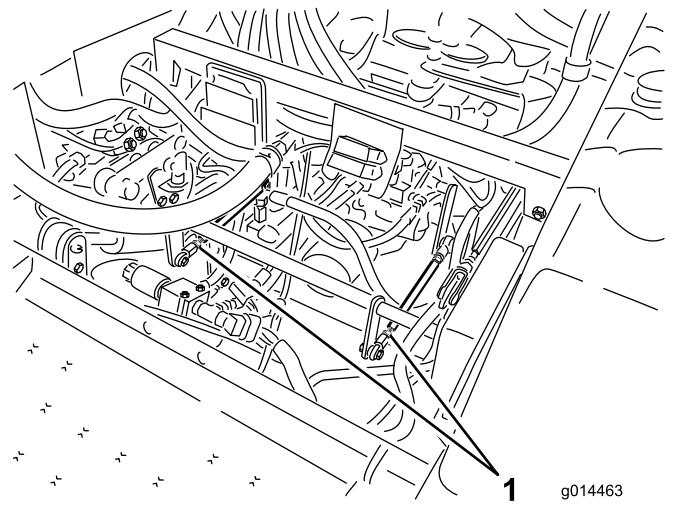

Рисунок 39
- Если вращается левое колесо, отпустите зажимную гайку на левой тяге управления трансмиссией (Рисунок 39).